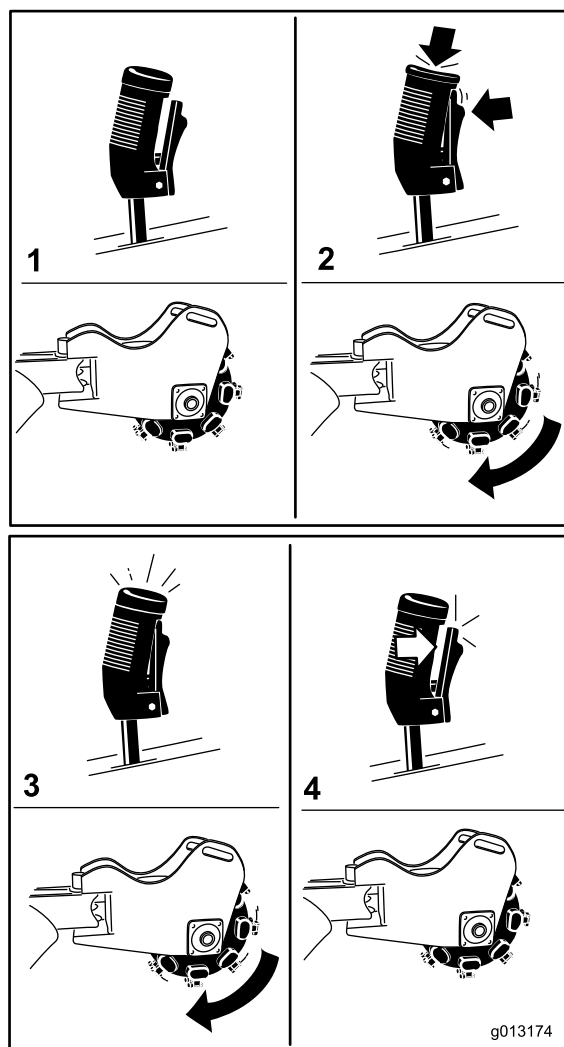

Figure 12
- Pour démarrer la dessoucheuse (Figure 12), appuyez sur le bouton rouge au sommet du levier, puis appuyez sur la gâchette. Lorsque la dessoucheuse démarre, relâchez le bouton rouge.
- Pour arrêter la dessoucheuse (Figure 12), relâchez la gâchette pendant plus d'une demie seconde.